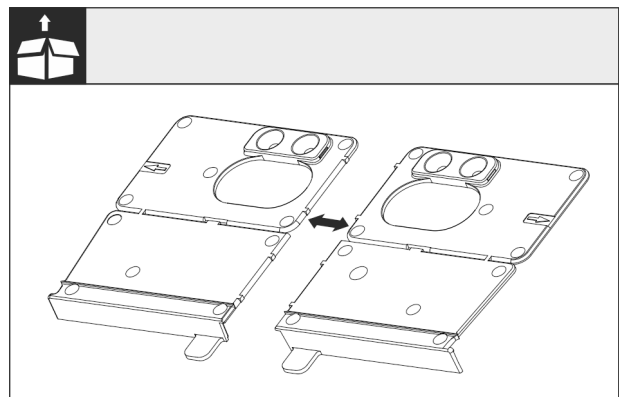

Fig. 27
- Separe la base de la escuadra de montaje Fig. 27 (I) en la perforación.